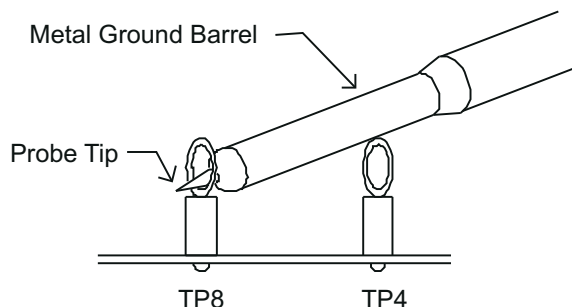

图 4-1. 使用尖端和接地筒测量输出电压纹波
对于输出纹波测量，TP8 和 TP4 允许用户使用图 4-1 所示的“尖端和接地筒”测量技术来限制接地环路面积。
对于输出纹波测量，TP7 和 TP6 允许用户使用图 4-1 所示的“尖端和接地筒”测量技术来限制接地环路面积。
5. 对于 V_{OUT1} ，将示波器探头连接到 TP8 和 TP4，对于 V_{OUT2} ，则连接到 TP7 和 TP6，如 图 4-1 中所示。